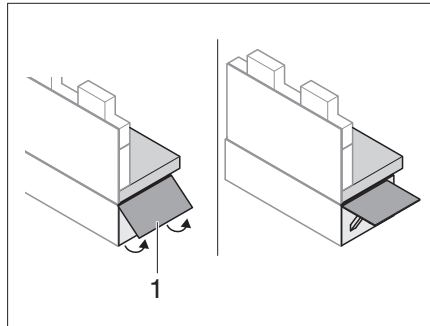

Bild 150 Sitzbankverlängerung herausklappen
- Sitzbankverlängerung (Bild 150,1) nach oben klappen.
- Entriegelungslasche einschieben und Sitzbankverlängerung (Bild 150,1) einklappen.